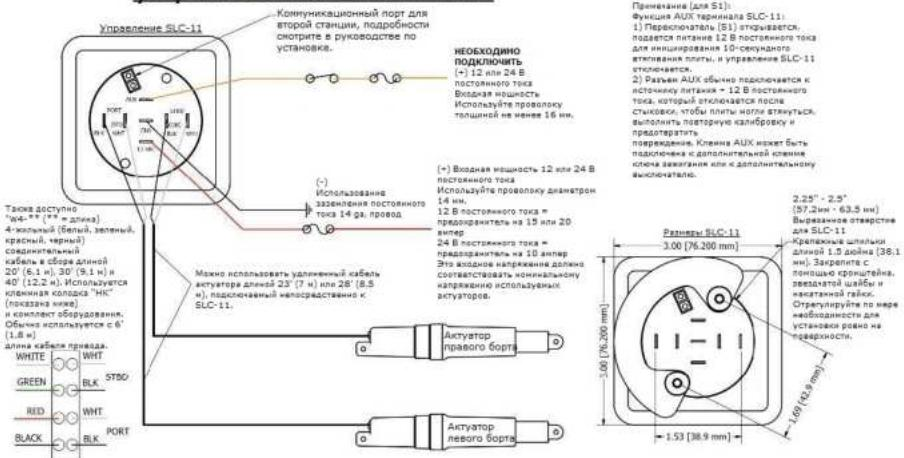

Рис. 5
- Если для подключения панели к исполнительным механизмам используется кабель W4-**, проложите отрезанный конец кабеля от панели управления к клеммной колодке транца. Нажимной конец кабеля длиной 20 футов (6,1 м), 4-жильный, 14 AWG (2,08 мм кв.) подключается к панели управления (комплекты KA) или проложите более длинный кабель актуатора длиной 23 дюйма (7 м) непосредственно к панели управления (комплекты XKA). Подсоедините кабель к панели управления, как показано на рис. 5. Подсоедините кабель к панели управления, как показано на рис. 5.
- Подключите плавкий источник питания 12 В постоянного тока или 24 В постоянного тока, как показано на рис. 5. Напряжение источника питания должно соответствовать напряжению актуатора. Клемма AUX на панели управления должна быть подключена к источнику питания +12 или 24 В постоянного тока, такому как ключ зажигания или выключатель вспомогательной панели. Когда ключевой переключатель выключен, платы автоматически втягиваются.